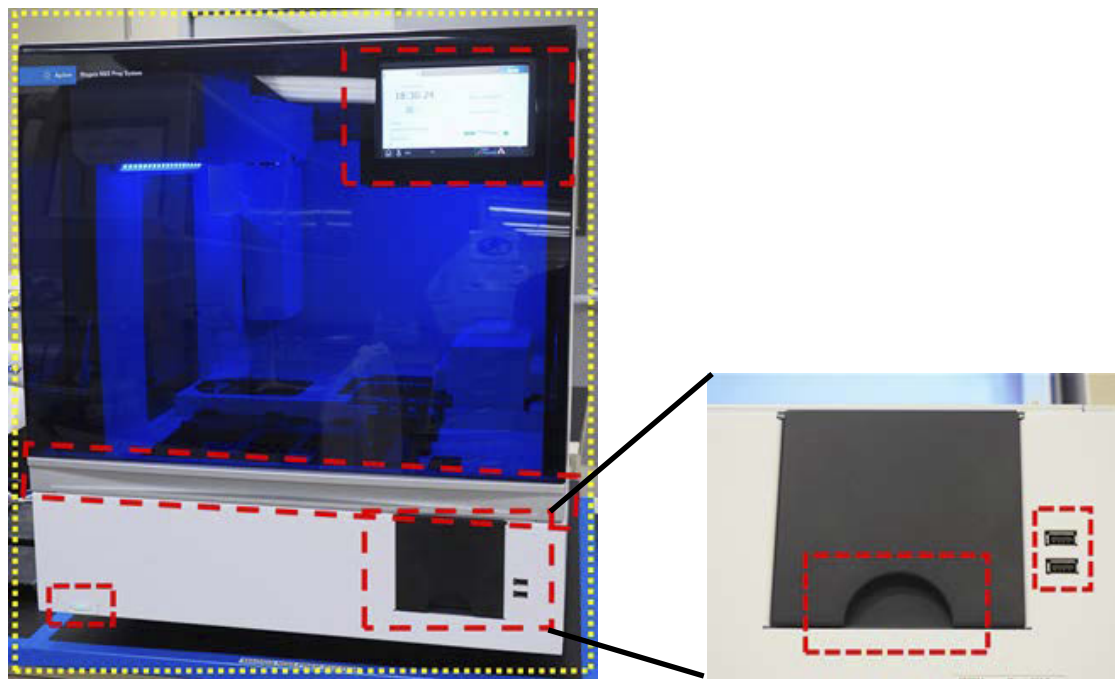

図 28 装置前面の外部表面の拭取り部分
- b 装置の外部 - 前面：**装置ドアを閉めます。70% のイソプロピルアルコールで湿らせたラボ用ワイプを使用して、黄色および赤色で示された表面 (図 28) を優しく拭きます。この部分には、タッチスクリーン、電源ボタン、廃棄ビンドア (開閉 / 取り外しに使用する凹部を含む)、および前面のプレキシガラスが含まれます。廃棄ビンドローを引き出し、廃棄ビンの内部を拭きます。USB ポートの周辺部分を拭きます (電氣的接触部は濡らさないでください)。黄色で示された部分は、すべて拭く必要があります。赤色で示された部分は、特に注意して丁寧にクリーニングする必要があります。